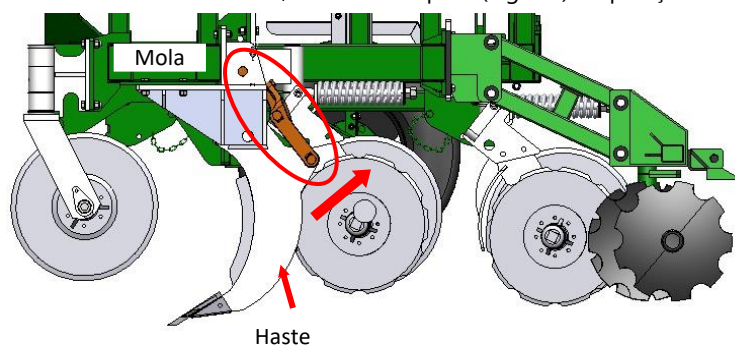

Fig.6.8: Haste armada para baixo. Usa-se a mola para recolhimento da haste.
1. Force a mola para o sentido indicado pela seta na imagem abaixo, até que a haste articule para cima (Fig. 6.8).